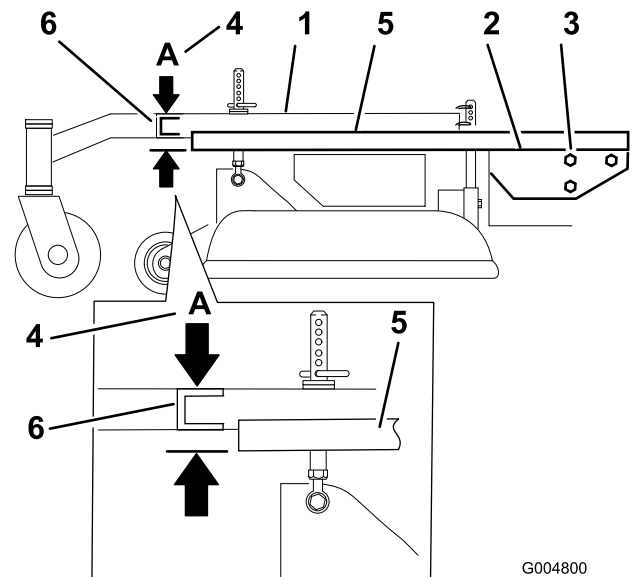

Figure 60
3. Placez une longue planche, ou autre objet similaire, parfaitement droite en haut du plancher moteur, comme illustré à la Figure 60.
4. Au niveau du tube transversal du bâti porteur, mesurez la hauteur au point A (Figure 60). Elle doit être égale à 33 mm (1-5/16 pouce) \pm 6 mm (1/4 pouce).
6. Desserrez les boulons de montage du bâti porteur de chaque côté de la machine (Figure 60).
7. Alignez le bâti porteur et le plancher moteur à la même hauteur qu'au point A, c.-à-d. 33 mm (1-5/16 pouce) \pm 6 mm (1/4 pouce) (Figure 60).